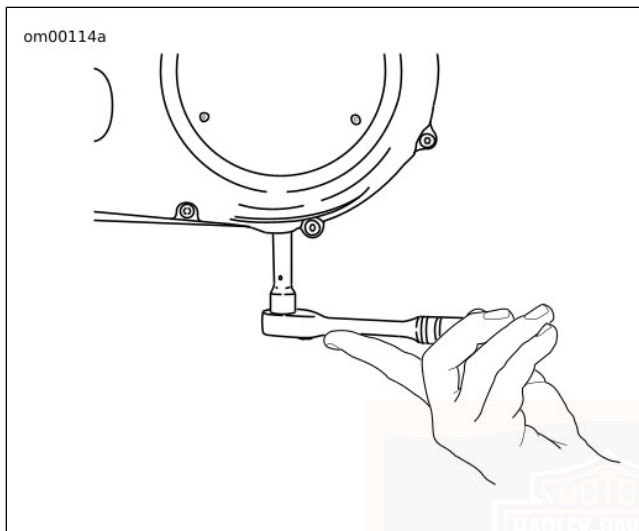

Figura 39. Rimozione del tappo di scarico del carter della catena
3. Vedere Figura 39. Togliere il tappo magnetico di scarico alla base del coperchio del carter interno della catena della trasmissione primaria. Scaricare l'olio in un apposito recipiente.